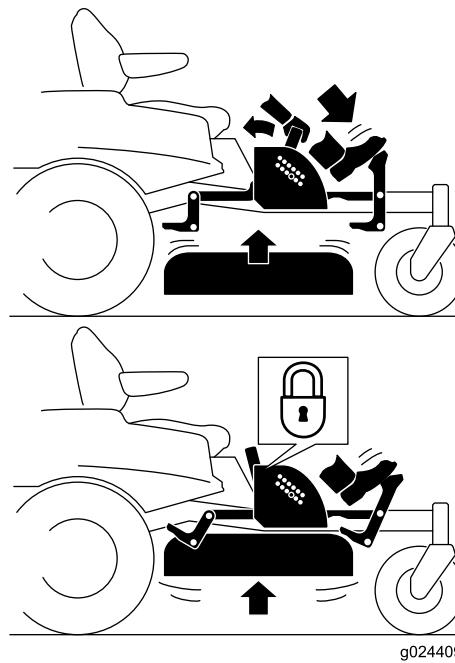

Bild 22
- Treten Sie auf das Pedal, um das Mähwerk anzuheben; treten Sie solange auf das Pedal, bis das Mähwerk in der arretierten Transportstellung ist (Bild 22).
- Treten Sie auf das Mähwerkhubpedal und ziehen Sie den Transportsperrhebel nach hinten, um die Transportsperrre zu entriegeln (Bild 22).
4. Treten Sie auf das Mähwerkhubpedal und ziehen Sie den Hebel nach hinten, um die Transportsperrre zu entriegeln (Bild 22).